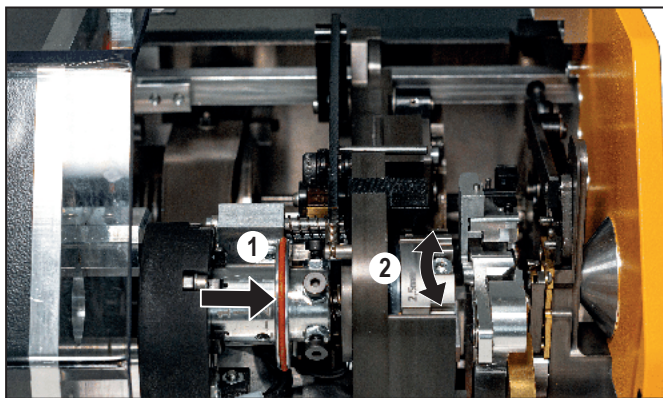

Рисунок 6.4 Настройка поперечного сечения
- Нажать и удерживать нажатым барабан регулировки направо, см. Рисунок 6.4, 1.
- Повернуть регулировочный барабан, пока обжимной барабан не зафиксируется на требуемом размере матрицы, см. Рисунок 6.4, 2.